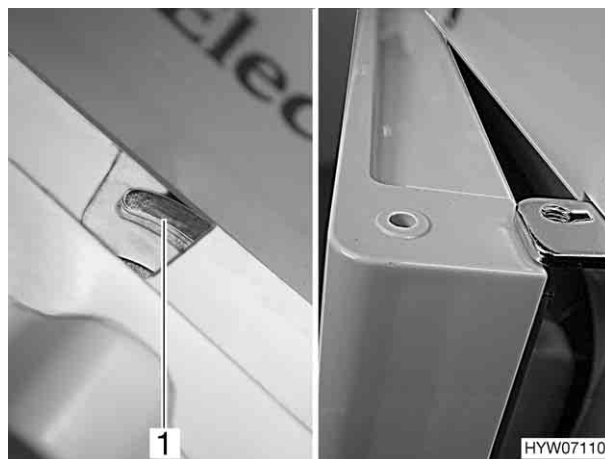

Fig. 101 Porta del frigorifero in posizione di aerazione
- Bloccare la porta del frigorifero con l'ausilio dell'arresto della porta (Fig. 101,1). In questo modo la porta rimane ferma in posizione socchiusa (Fig. 101).